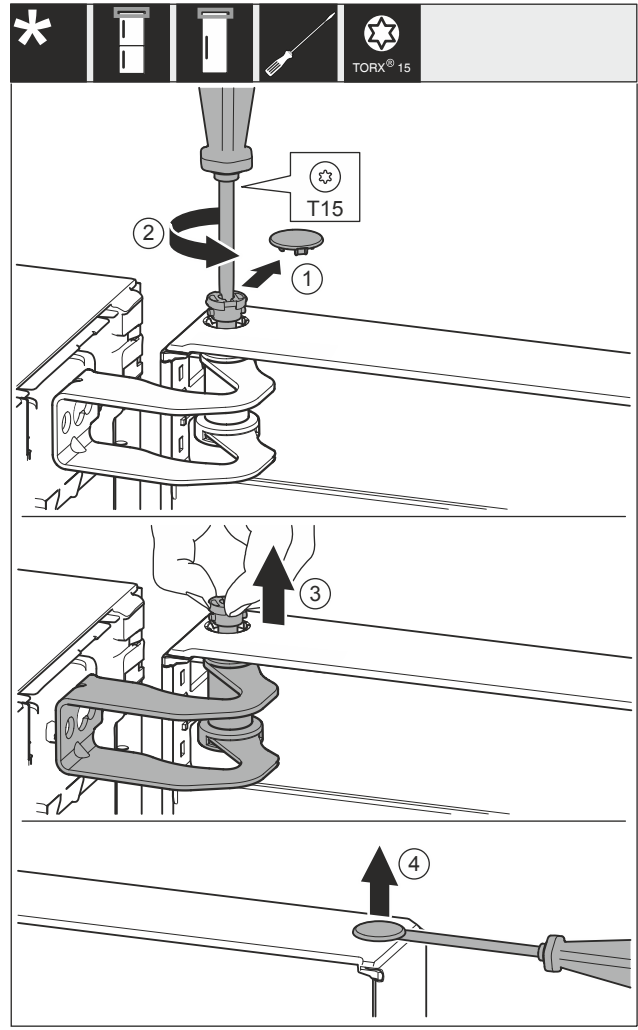

Fig. 28
- ▶ Óvatosan távolítsa el a fedelet Fig. 28 (1).
- ▶ Kissé tekerje ki a csapszeget Fig. 28 (2) csavarhúzóval.
- ▶ Húzza ki az ujjával a csapszeget Fig. 28 (3).
- ▶ Óvatosan emelje meg a fedelet Fig. 28 (4) csavarhúzóval, és távolítsa el.